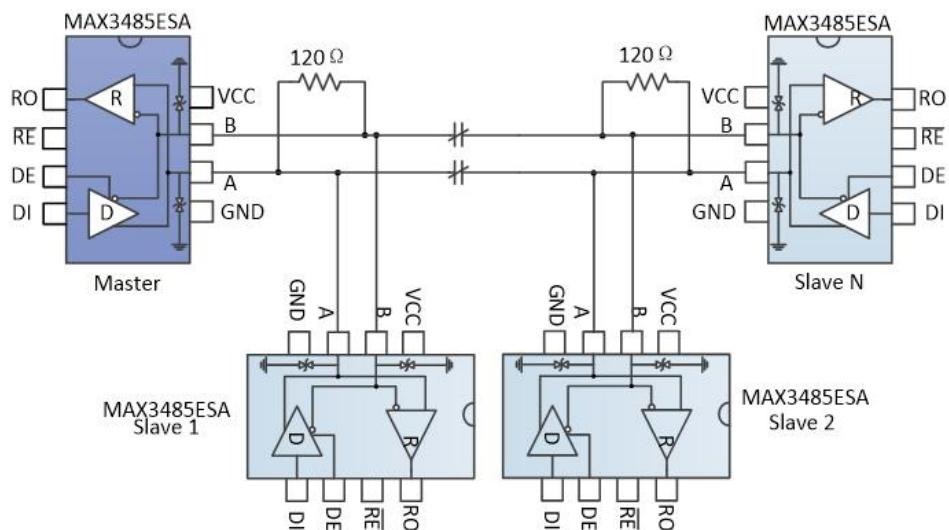

图 9 总线式 RS485 半双工通讯网络
4.1 总线式组网：MAX3485ESA RS485 收发器设计用于多点总线传输线上的双向数据通信。图 9 显示了典型网络应用电路。这些器件也能用作电缆长于 4000 英尺的线性转发器，为减小反射，应当在传输线两端以其特性阻抗进行终端匹配，主干线以外的分支连线长度应尽可能短。